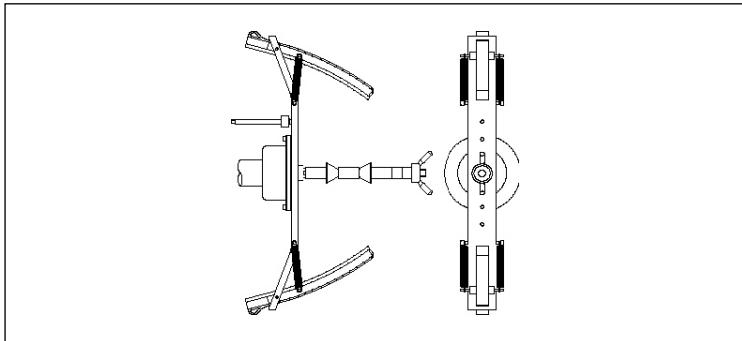

Figura F4.2 Colocación del bloque de equilibrio de calibración en el lado interior de abrazaderas (etapa Cal2)
- 8) Se muestra **h12--cal** después de pararse. Coloque el bloque de equilibrio de calibración en el orificio marcado "CAL" en el lado interior como se muestra en la Figura F4.2;